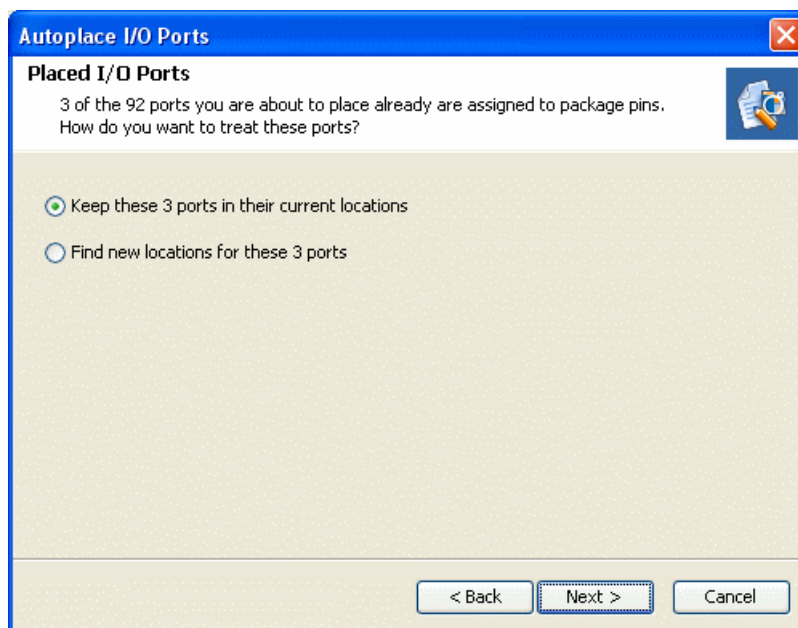

図 8-25 : Autoplace I/O Ports ウィザード
4. 既にパッケージ ピンに割り当てられている I/O ポートのみを選択すると、307 ページの図 8-25 に示すページが表示されます。